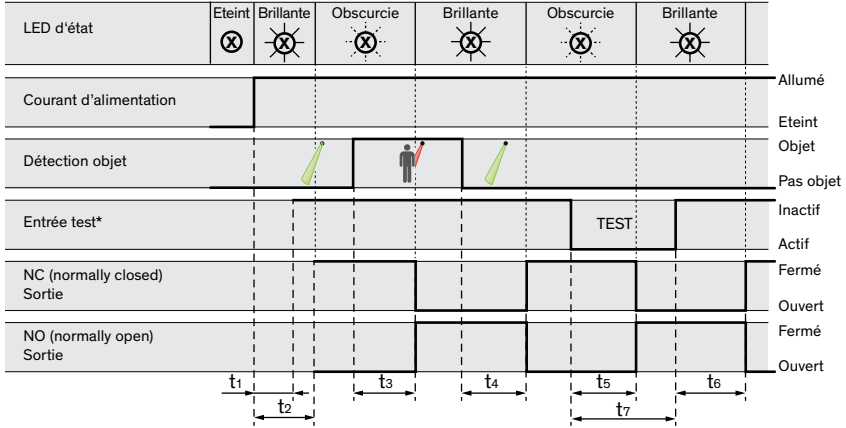

Figure 25: Diagramme des temps pour sorties relais
4. Lorsque le niveau de tension de l'entrée de test change, le capteur le reconnaît comme signal de test (test actif). Le capteur commute la sortie et la LED d'état sur "OBJET DÉTECTÉ" (voir Figure 25, diagramme des temps). Dès que le niveau de tension de l'entrée Test retourne au niveau initial, le capteur revient au mode de fonctionnement normal. Le niveau de tension de sortie n'est réinitialisé que si l'arrière-plan ou un objet se trouve dans la plage de fonctionnement, mais en dehors du niveau de commutation (champ de détection LIBRE).